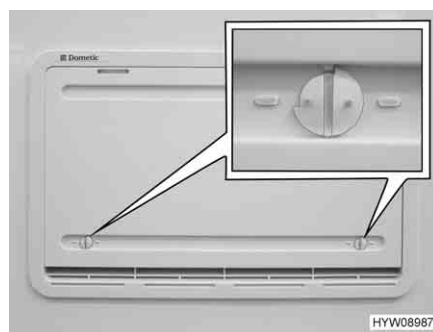

Bild 208 Winterabdeckung
Wenn der Kühlschrank bei niedrigen Außentemperaturen betrieben werden soll, empfiehlt der Hersteller die Verwendung einer Winterabdeckung (Bild 208) für die Kühlschrank-Lüftungsgitter.
- Beide Verriegelungen (Bild 208) öffnen (Nut steht waagrecht).